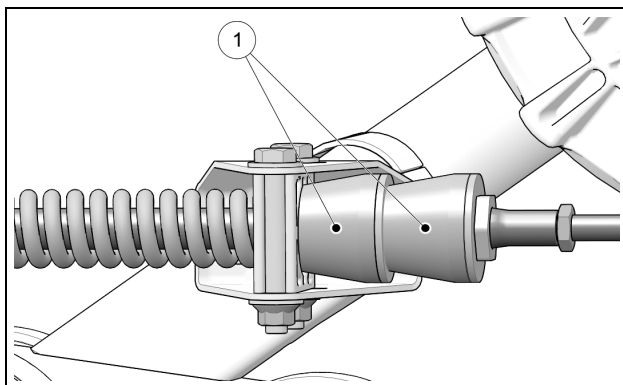

Abbildung 38
Prüfen Sie die auf den Stabilisierungsarmen angebrachten Gummidämpfer (1) auf Verschleiß und Schäden. Tauschen Sie diese aus, wenn Risse, übermäßige Abnutzung oder Verformungen erkennbar sind. Siehe Abbildung 38.